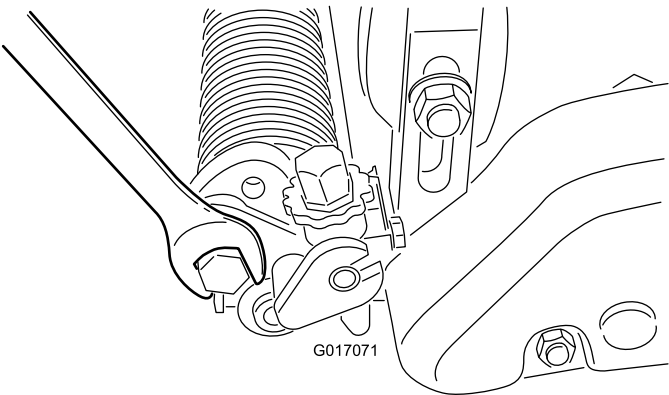

Figura 21
A. Desaperte os parafusos nos braços direito e esquerdo do rastelo (Figura 21).
- C. Aperte as porcas para manter o ajuste (Figura 21).